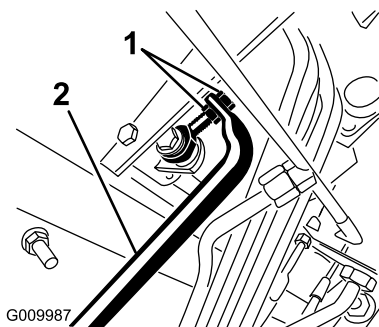

Figure 71
5. Ajustez les écrous de blocage à l'extrémité de la tige de la pompe pour avancer le tube de commande et éliminer le déplacement en marche avant, ou pour reculer le tube et éliminer le déplacement en marche arrière (Figure 71).